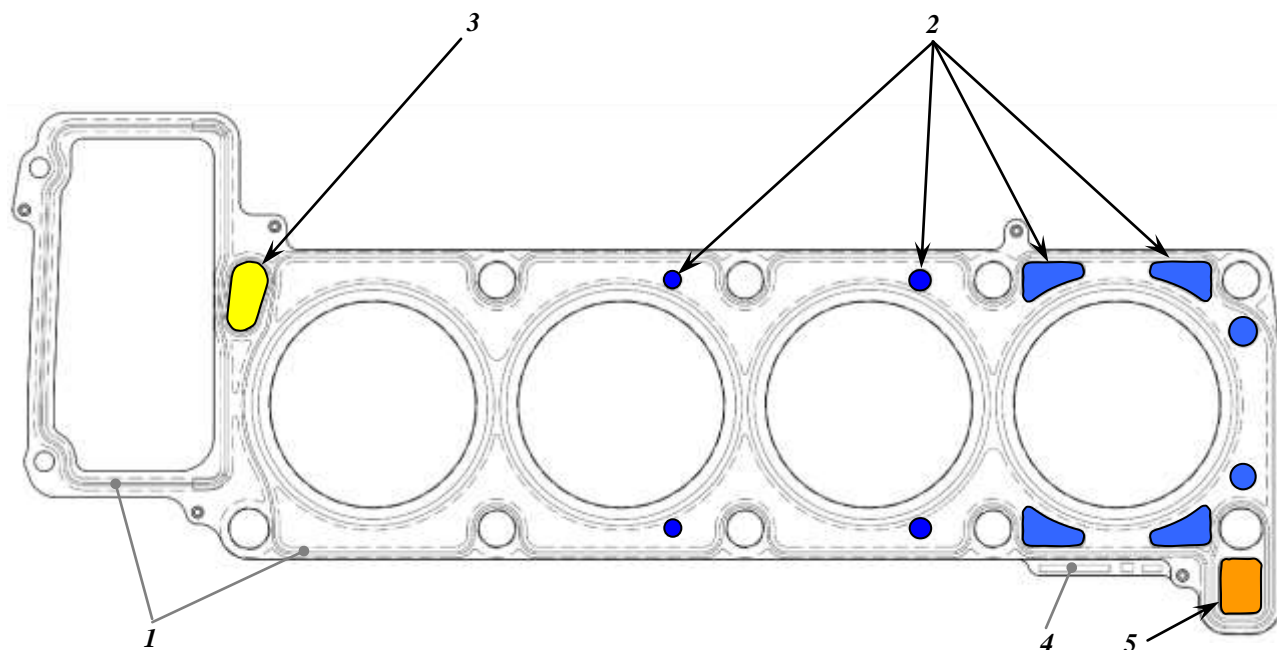

Рис. 12. Прокладка головки цилиндров:
**Прокладка головки цилиндров** (рис. 12) – стальная, трехслойная, с уплотняющим покрытием 1 в виде рисунка по периметрам окон цилиндров, каналов охлаждения 2 и смазки 3 и 5. Толщина прокладки 1,02 мм.